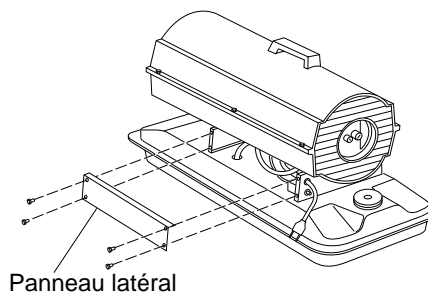

Figure 29 - Retrait du panneau latéral
1. À l'aide d'une clé à douille de 5/16 po, retirer les quatre vis du panneau latéral (voir Figure 29).